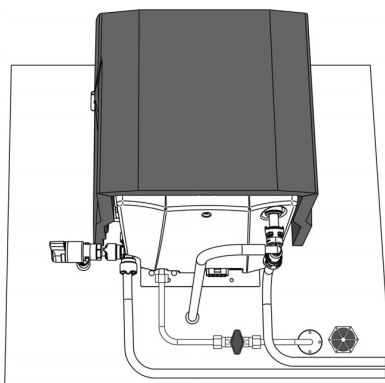

Fig. 27 Installation terminée – Version fabricant
Étape 13 Installation terminée (voir Fig. 27)